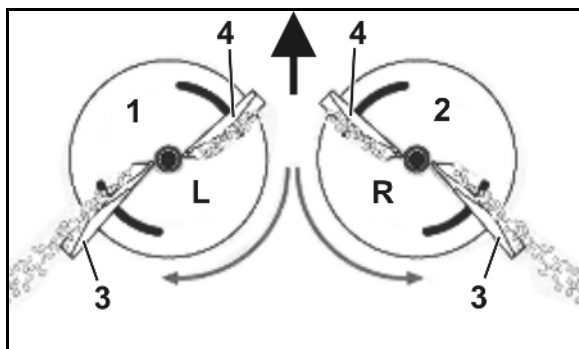

Fig. 27
4. Læg hydraulikslangerne ned i opbevaringsrummet. Fig. 27